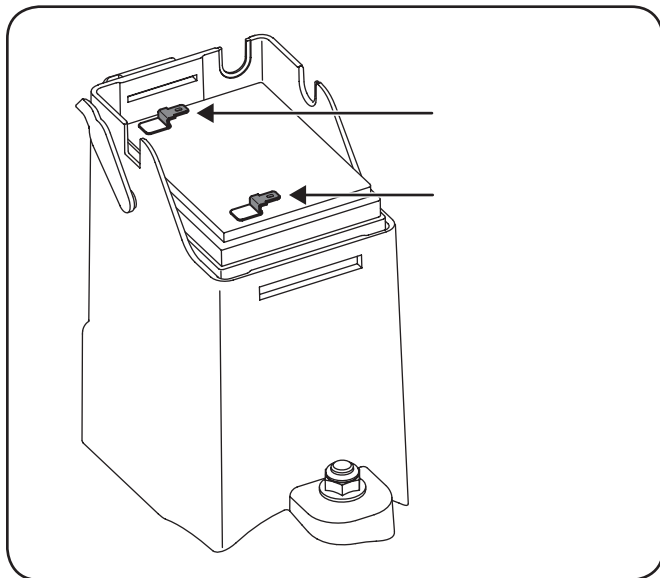

Figure 7-3
3. Installez la nouvelle batterie. Branchez d'abord le câble positif (rouge) à la borne positive de la batterie, puis le câble négatif (noir) à la borne négative. Voir Figure 7-3.